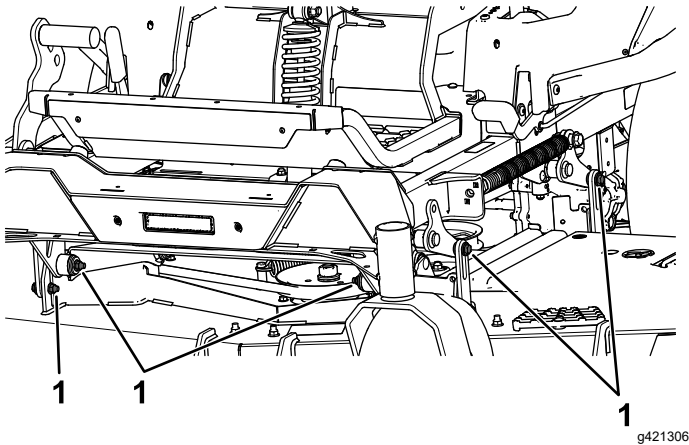

Figura 103
7. Retire y guarde los pernos y las tuercas de ambos lados de la máquina (Figura 103).